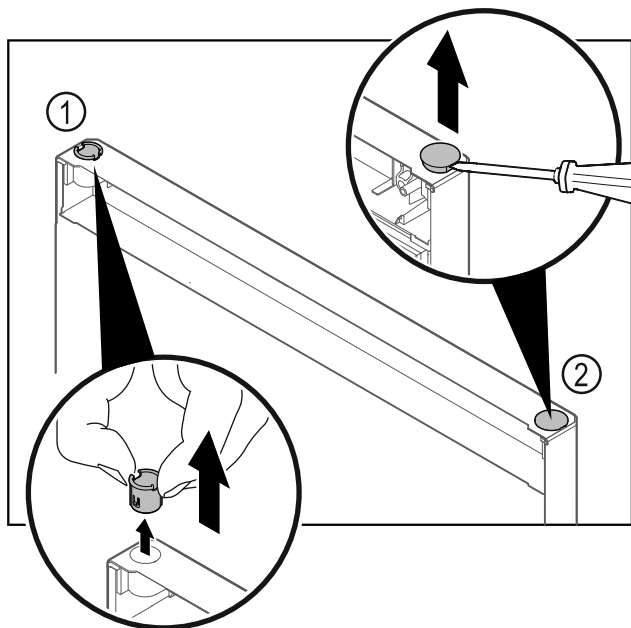

Fig. 40 Frysdörr
- Dra ut gångjärnsbussningen Fig. 40 (1) med fingrarna.
- Lyft försiktigt upp pluggen Fig. 40 (2) med en spårskruvmejsel och dra ut den.